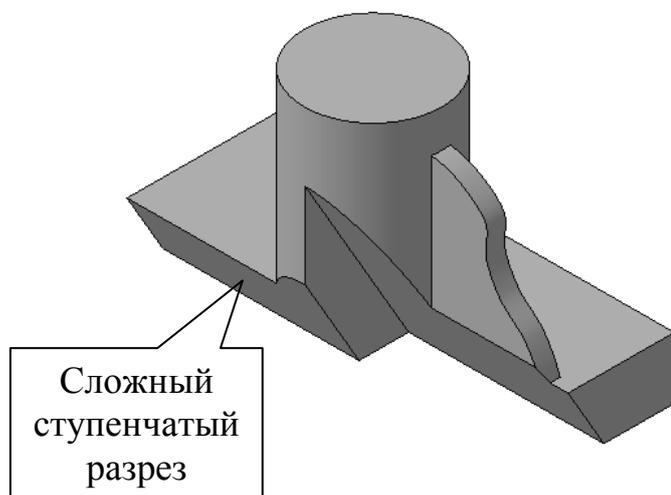

Рис. 7
10. Каким образом в системе КОМПАС-3D 9.0 должен быть построен эскиз поверхности отсечения, чтобы, в результате использования операции **Сечение по эскизу**, на трехмерной модели детали получился сложный ступенчатый разрез с определенным уклоном секущих поверхностей (см. рис. 7)?